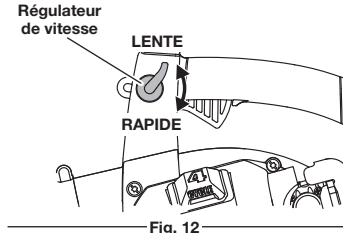

Fig. 12
- Poussez le régulateur de vitesse vers la position RAPIDE afin d'augmenter progressivement ou de maintenir la vitesse du moteur de l'appareil (Fig. 12). Lorsque vous appuyez sur le régulateur de vitesse, la gâchette s'enfonce dans la poignée.
- Pour diminuer la vitesse du moteur, déplacez le régulateur de vitesse vers la position LENTE : la gâchette revient alors en position de ralenti (Fig. 12).